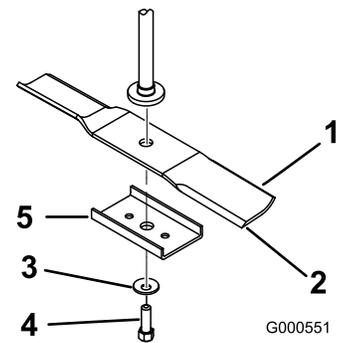

図 48
2. スピンドルのシャフトからブレードボルト、湾曲ワッシャ、ブレードを取り外す **図 48**。
1. スピンドルシャフトにブレードを取り付ける (**図 48**)。
- 湾曲ワッシャ、ブレードボルトを、スピンドルシャフトに取り付ける 図 48。